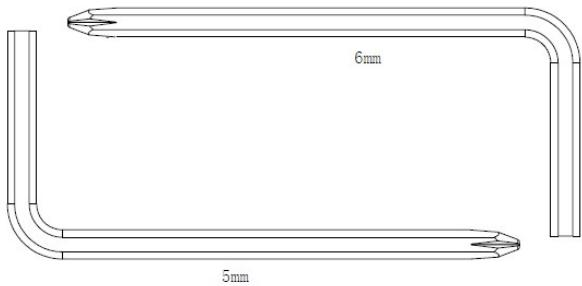

Fig.1
2. Coja el tubo caballete delantero (60) y posiciónelo en el caballete delantero de la maquina, como muestra la Fig.1, e introduzca los tornillos (90), coloque las arandelas (7), (6) y apriete fuertemente. Suelte los tornillos (38), coloque la tapa delantera (97) y vuelva a colocar los tornillos (38).
3. Coja el tubo caballete trasero con ruedas (79), y con las ruedas hacia atrás, como muestra la Fig.1, introduzca los tornillos (90), coloque las arandelas (7), (6) y apriete fuertemente. Suelte los tornillos (38), coloque la tapa trasera (92) y vuelva a colocar los tornillos (38).